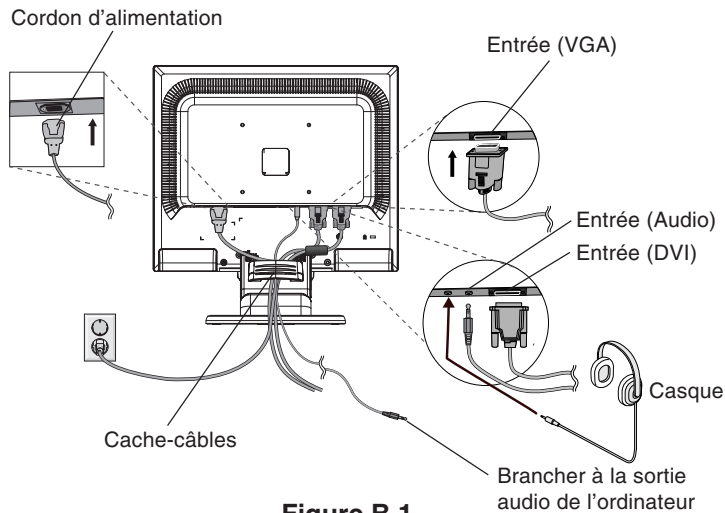

Figure B.1
- Reliez tous les câbles au connecteur approprié à l'arrière du moniteur (**Figure B.1**). Branchez les écouteurs (non fournis) au connecteur approprié à l'arrière du moniteur si nécessaire (**Figure B.1**).
- Pour attacher le cache-câbles, insérez ses attaches dans les trous sur le support et faites-le coulisser vers le bas (**Figure B.1**), en vous assurant que les attaches sont solidement fixées.